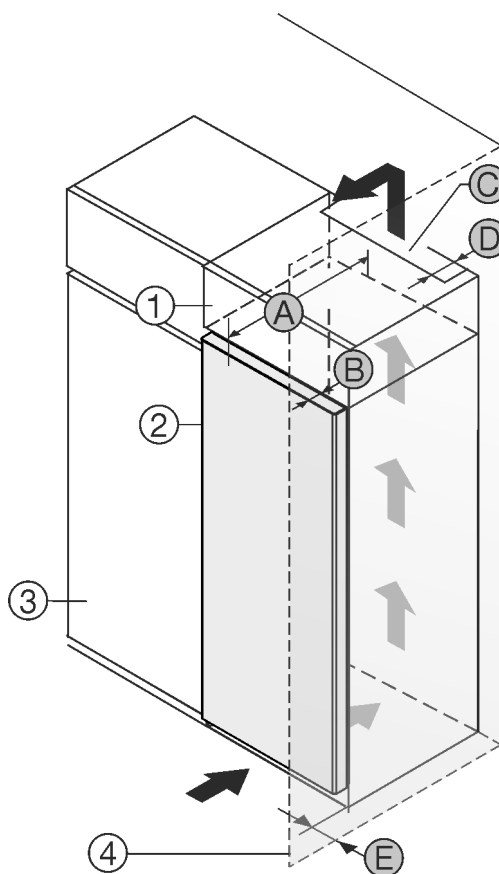

Fig. 1
Puede colocar el electrodoméstico junto al armario de cocina *Fig. 1 (3)*.*
En la parte posterior del armario superior debe estar disponible un pozo de ventilación con la profundidad *Fig. 1 (D)* sobre la totalidad del ancho de armario superior.*
Debajo del techo debe respetarse la sección transversal de ventilación *Fig. 1 (C)*.*
Si el electrodoméstico se instala con las bisagras al lado de una pared *Fig. 1 (4)*, la separación entre el mismo y la pared debe ser de por lo menos 13 mm.*
Si el electrodoméstico se instala con las bisagras al lado de una pared *Fig. 1 (4)*, la separación entre el mismo y la pared debe ser de por lo menos 20 mm.*
A fin de poder abrir completamente la puerta, el electrodoméstico debe sobresalir alrededor de la profundidad de la puerta *Fig. 1 (B)* en comparación con la parte frontal del armario de cocina. Dependiendo de la profundidad del armario de cocina *Fig. 1 (3)* y el empleo de separadores de pared el aparato puede sobresalir aún más.*